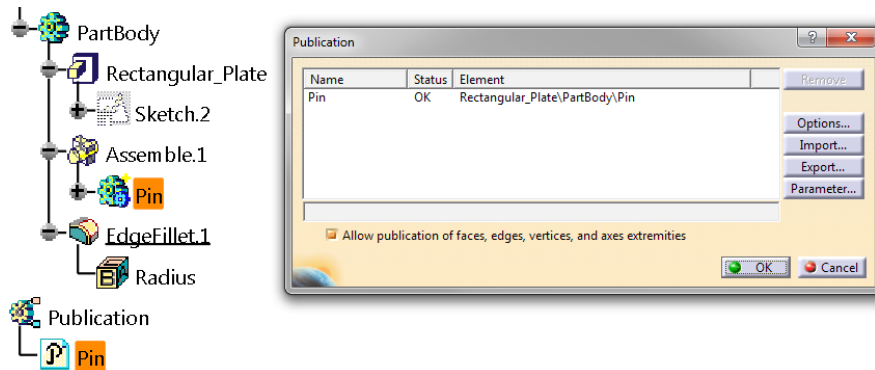

Bild 5.48 Sorgen Sie für aussagekräftige Bezeichnungen der Publications (Veröffentlichungen).
3. Link Synchronized (Verknüpfung synchronisiert) mit Publications (Veröffentlichungen): Insbesondere wenn Sie komplexe Link-Strukturen über mehrere Bauteile hinweg erzeugen wollen, sollten Sie die miteinander kommunizierenden Geometrien über *Publications (Veröffentlichungen)* bevorzugen. Dies steigert nicht nur die Effektivität ihrer Konstruktion, diese Methode gibt Ihnen häufig überhaupt erst die Möglichkeit, den Überblick über sonst unüberschaubare Abhängigkeitsstrukturen zu behalten. Die Darstellung von veröffentlichten Teilen (bzw. -geometrien) wird optisch in CATIA V5-6 etwas anders angezeigt. Erzeugen Sie zunächst eine *Publication (Veröffentlichung)* der Datensachtel **Pin** im Originalbauteil **Rectangular_Plate**. Gehen Sie dazu auf den Menüpunkt **TOOLS > PUBLICATION...** (**TOOLS > VERÖFFENTLICHUNG...**). Über das sich öffnende Dialogfenster können Sie alle von Ihnen gewünschten Schnittstellen (per Mausklick auf den entsprechenden Strukturbaumeintrag) als *Publication (Veröffentlichung)* erstellen. Editieren (also bearbeiten, umbenennen oder löschen) können Sie Publikationen grundsätzlich nur über dieses Dialogfenster. Wenn Sie die Bezeichnung der Publikation verändern wollen, klicken Sie auf die betreffende Zeile im Dialogfenster und anschließend auf die Spalte *Name (Name)*. Ähnlich wie im Browserfenster Ihres Betriebssystems können Sie so eigene Bezeichnungen setzen (Bild 5.48).